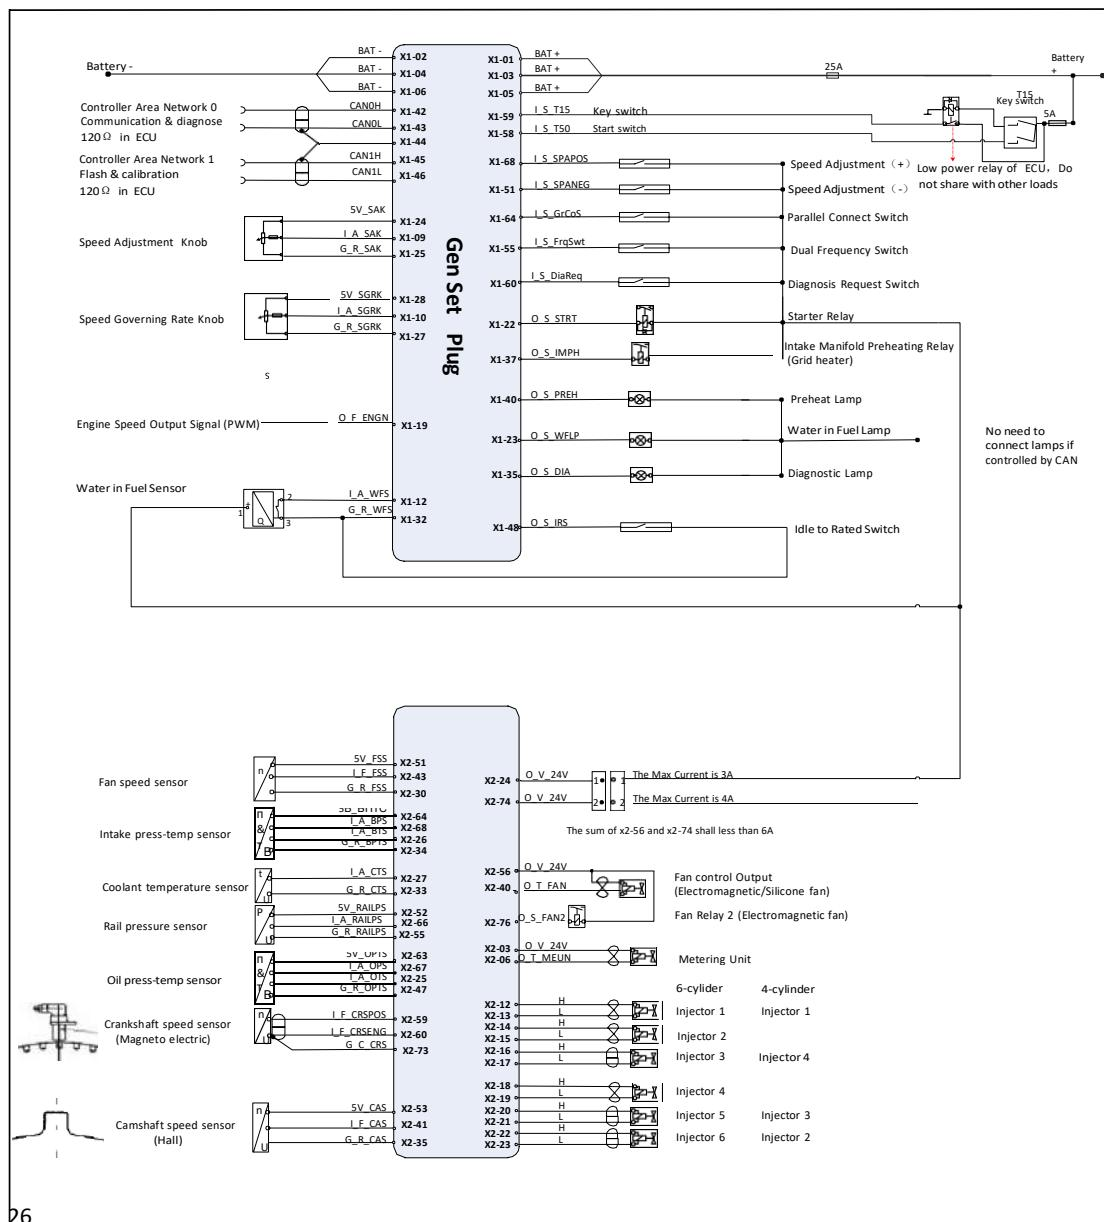

Рисунок 2.7.1А-Терминал диаграмма для 4М06 ЭБУ
- ◆ диагностические лампы Приколоть Ага.: X1-35 Рисунок 2.7.1Е-неисправность диагноз